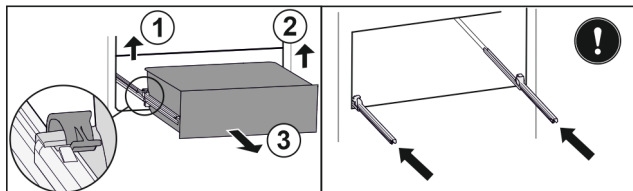

Fig. 153
- ▶ Dvignite levo spojko in hkrati povlecite predal levo naprej. Fig. 153 (1)
- ▶ Dvignite desno spojko in hkrati povlecite predal desno naprej. Fig. 153 (2)
- ▶ Predal vzemite ven v smeri naprej. Fig. 153 (3)